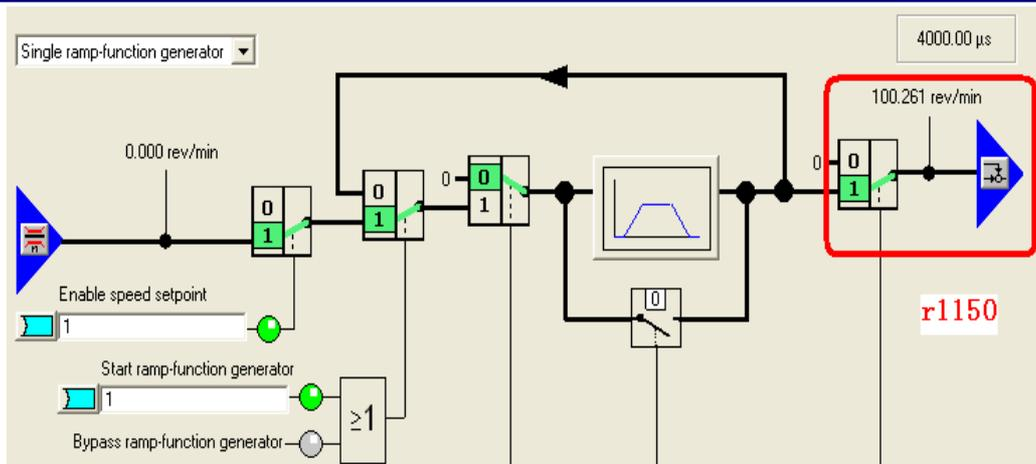

图 2
(1) 速度附加给定值为 P1155，必须要使“Enable speed setpoint (r898.6)”和“Enable ramp-function generator (r898.4)”为 1，速度附加给定值 P1155 才能传过来，使能方法是 P1140=1 激活斜坡函数发生器，P1142=1 激活速度设定值。起动瞬间速度附加给定值 P1155 加在了斜坡函数发生器的输出侧，而斜坡函数发生器的输出 r1150 为 0，所以实际输出直接达到速度附加给定值 P1155，无斜坡上升时间；但是在给出 OFF1 停车命令瞬间，因为斜坡函数发生器已经被激活，斜坡函数发生器的输出 r1150 马上由 0 变为速度附加给定值 P1155，见图 2，然后按照斜坡下降时间 P1121 减速，直到速度减为 0，所以在 OFF1 停车时有斜坡下降时间。
(2) 速度附加给定值是 P1160，如果“Enable speed setpoint (r898.6)”和“Enable ramp-function generator (r898.4)”为 1，则需要激活斜坡函数发生器，即 P1140、P1141 和 P1142 都置 1。在起动瞬间输出直接达到速度附加给定，无斜坡上升时间；但是在 OFF1 停车命令瞬间，因为斜坡函数发生器已经激活，斜坡函数发生器的输出 r1150 马上由 0 变为速度附加给定值 P1160，见图 2，然后按照斜坡下降时间 P1121 减速，直到速度减为 0，所以也有斜坡下降时间。